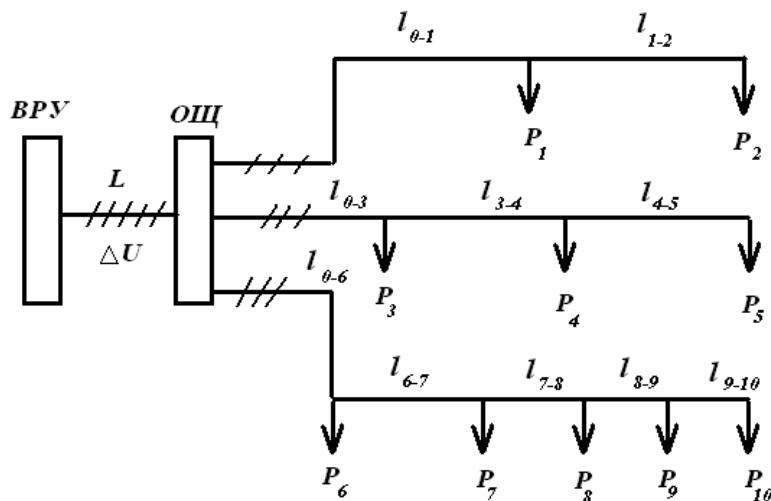

Рис.6. Расчетная схема для определения электрических моментов нагрузки
где $\sum_{i=1}^{i=n} M_i$; – сумма электрических моментов нагрузки, кВт * м (рис. 6); C – коэффициент сети, зависящий от ее напряжения и материала жил (определяют по справочным таблицам [5] или по приложению (15)).